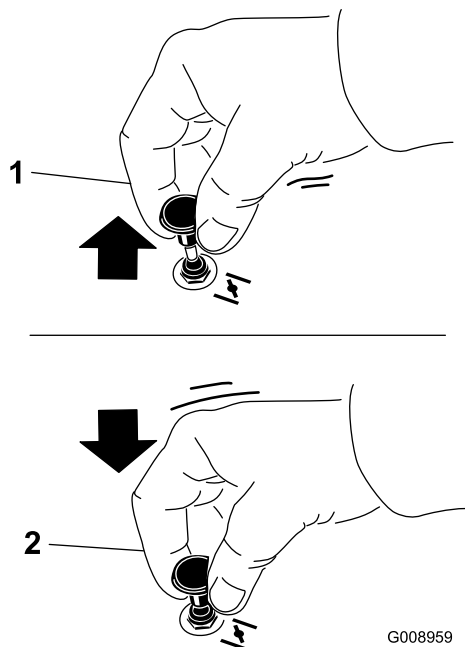

Figure 20
2. Tirez sur la commande de starter pour engager le starter avant d'utiliser le commutateur d'allumage (Figure 20).
3. Poussez sur la commande pour désengager le starter lorsque le moteur a démarré (Figure 20).